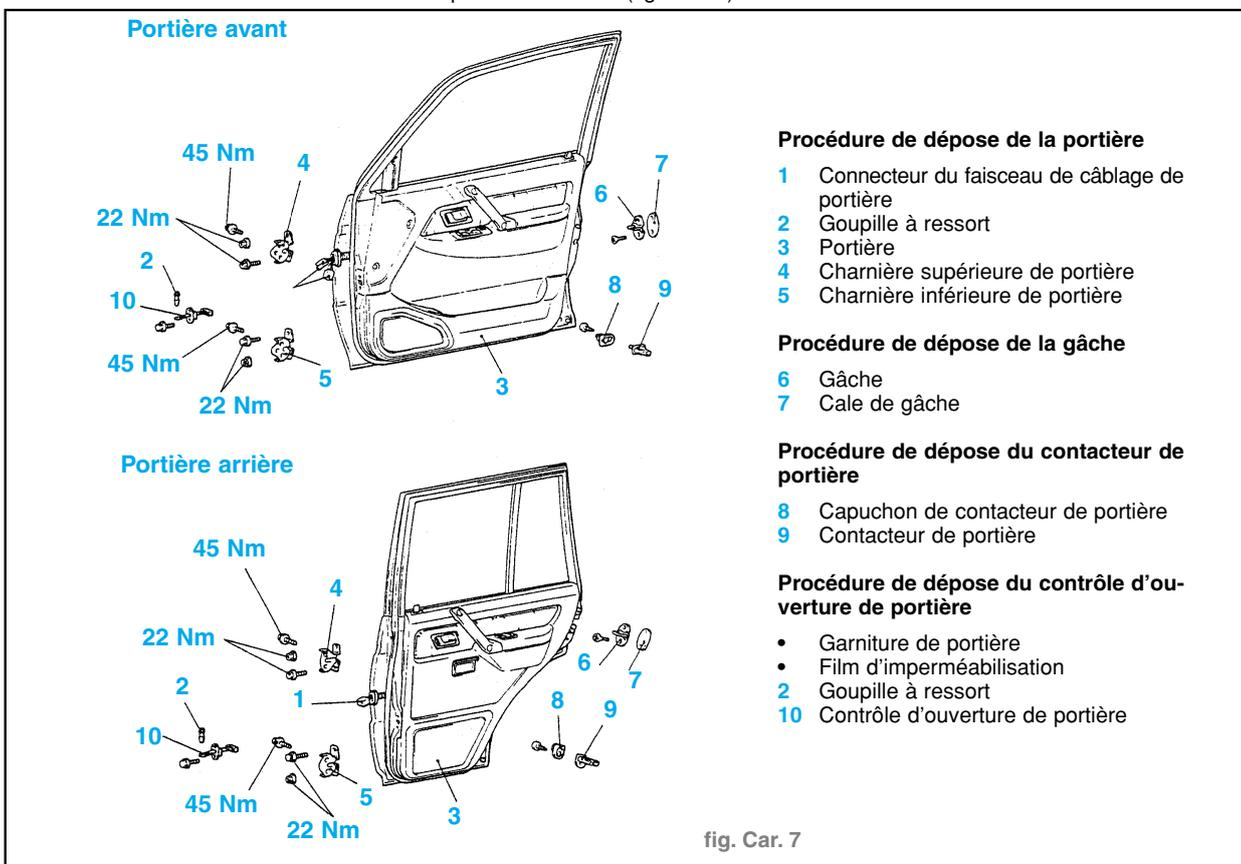

fig. Car. 7
- Suivre l'ordre chronologique. (fig. Car. 7)